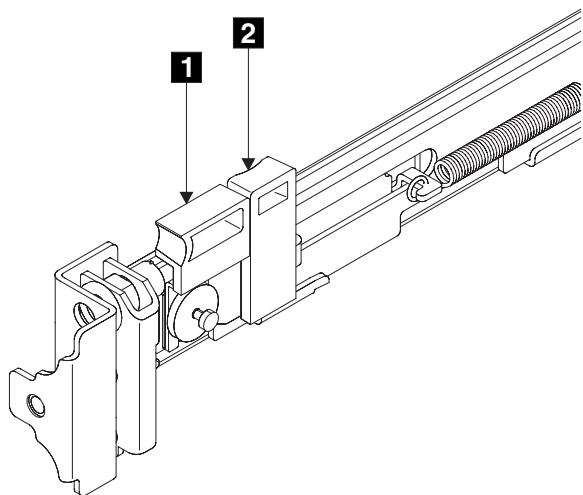

图 125. 缩回插销锁托架
4. 使您的手指对着插销控制杆 **1** 一侧，并将您的拇指对着插销锁 **2** 的前部（请参阅第 197 页的图 125）。